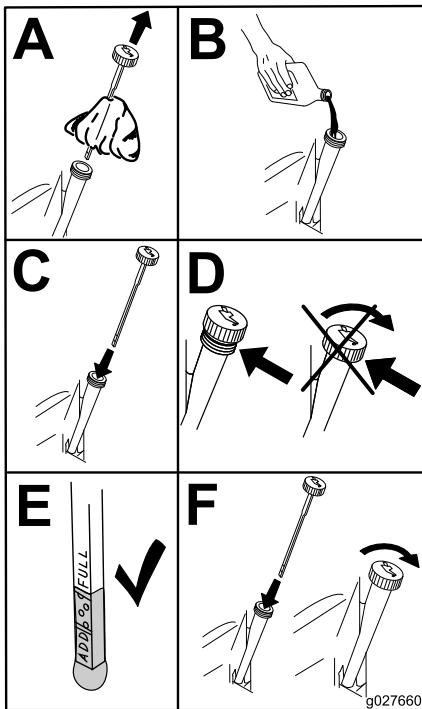

Figura 46
6. Vierta lentamente un 80% aproximadamente del aceite especificado por el tubo de llenado, luego añada lentamente el resto del aceite hasta que llegue a la marca **Full (Lleno)** (Figura 46).